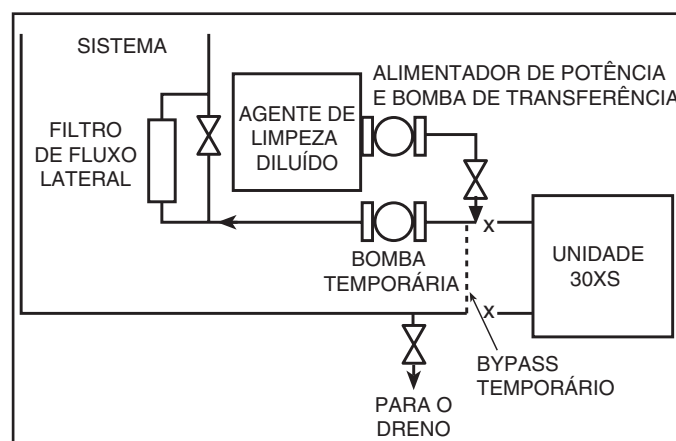

Figura 16 - Limpeza Utilizando um Filtro de Fluxo Lateral
- c. Um filtro de fluxo lateral é recomendado (veja a Figura 16 durante o processo de limpeza). A vazão lateral do filtro deve ser suficiente para filtrar o todo o volume de água a cada 3 a 4 horas. Troque os filtros com frequência conforme necessário durante o processo de limpeza.